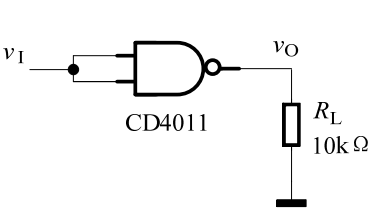

图 2 电压传输特性的测试电路
测试电路如图 2 所示， v_I 是由函数信号发生器输出 100Hz、0~5V、对称性 50% 的锯齿波，利用示波器的 XY 时基模式观测电压传输特性曲线。
3. 如要观测 CMOS 电路的直流噪声容限与电源电压的关系，需改变图 2 电路中芯片电源电压 V_{DD} 和测试电路输入信号 v_I 。请你根据实验室现有的仪器设备，判断能否进行实验。如能请写出 V_{DD} 和 v_I 的取值，并画出电压传输特性曲线；如不能请写明原因。